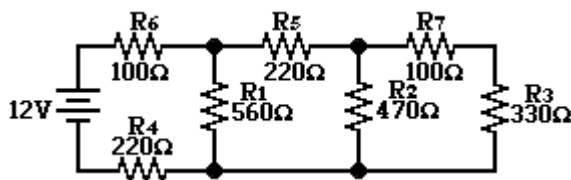

Figura 1.1
3. Realizar el análisis teórico del circuito de la figura 1.1 obtenga: voltaje, corriente y potencia de cada una de las resistencias, anotando los resultados en una tabla.